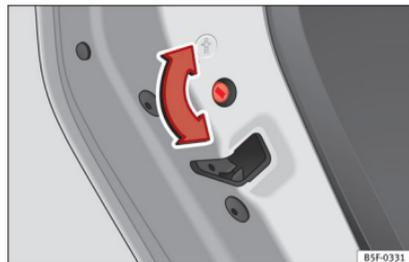

Abb. 126 Kindersicherung in der linken Tür
- Drehen Sie bei geöffneter Tür den Schlitz mit dem Fahrzeugschlüssel an den linken Türen im Uhrzeigersinn » **Abb. 126** und bei
- Drehen Sie bei geöffneter Tür den Schlitz mit dem Fahrzeugschlüssel an den linken Türen im Uhrzeigersinn » Abb. 126 und bei den rechten Türen gegen den Uhrzeigersinn.